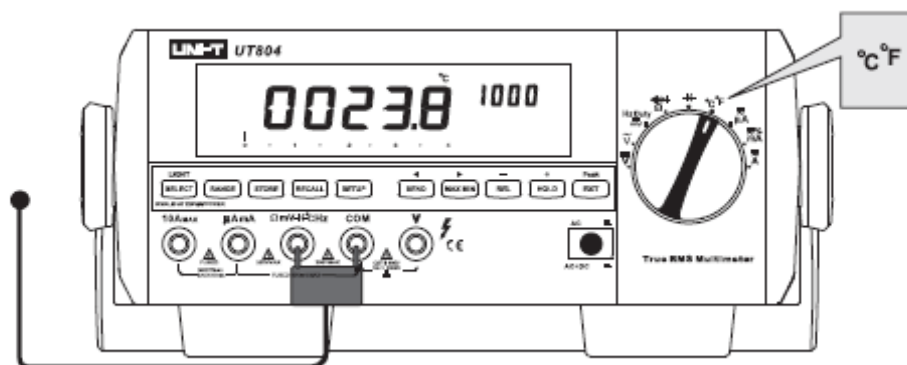

Figura 17. Masurarea temperaturii
Pentru masurarea temperaturii, setati Multimetrul ca si in figura 17 si procedati dupa cum urmeaza:
- Introduceti sonda de temperatura in multimetru ca si in figura 17.